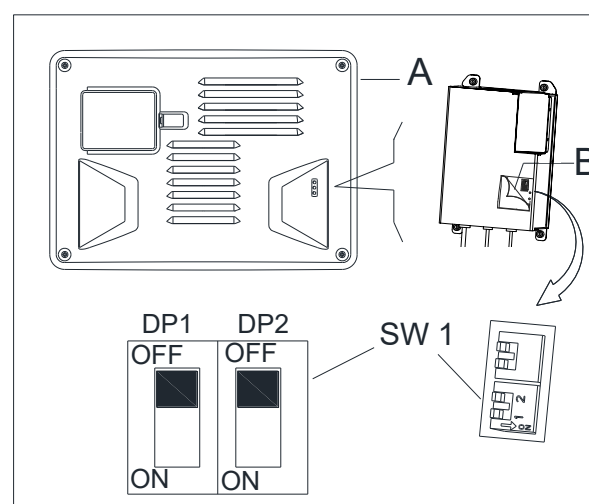

Figura 6.1
1. Opriți mașina și demontați capacul de control (A per Figura 6.1) din mașină. Apoi trageți deschide eticheta de pe capacul încărcătorului (B per Figura 6.1). veți găsi cele 2 seturi de dipswitch-uri (SW1 și SW2) în încărcător.